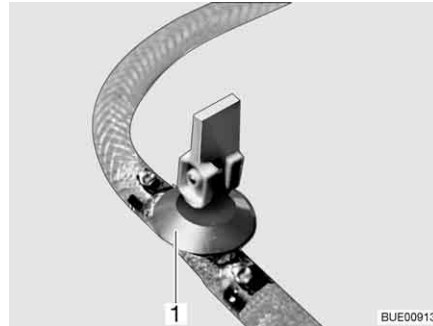

Fig. 191 Llave de desagüe
- Cerrar la(s) llave(s) de desagüe. Colocar para ello el balancín (Fig. 191,1) en posición horizontal.
- Abrir la(s) llave(s) de desagüe (Fig. 191). Colocar para ello el balancín (Fig. 191,1) en posición vertical. La caldera se vacía hacia fuera.